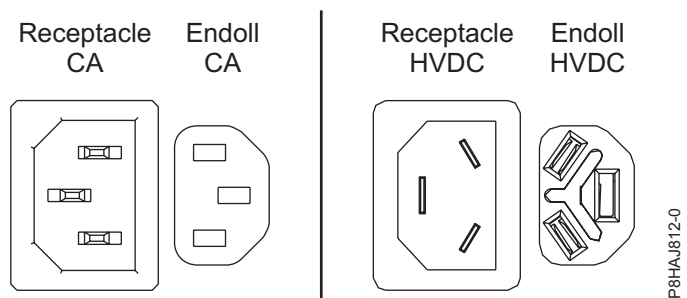
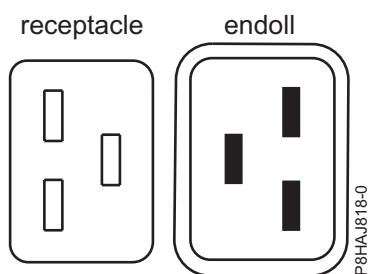
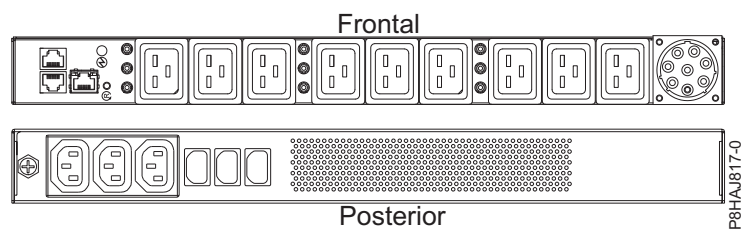

Figura 83. Connectors de CA i d'HVDC
Figura 84. Connectors per al sistema 8408-44E
Figura 85. PDU per al sistema 8408-44E
- El cable d'alimentació s'uneix al sistema mitjançant la brida (**A**). Si esteu posant el sistema en posició de servei després de desconnectar els cables d'alimentació, assegureu-vos d'afluixar la brida. A Figura 83 a la pàgina 120 es mostren els connectors admesos de corrent alternativa (CA) i de corrent directa d'alt voltatge (HVDC). A Figura 84 a la pàgina 120 i a Figura 85 a la pàgina 120 es mostren els connectors admesos i la unitat de distribució d'alimentació (PDU) per al model 8408-44E.